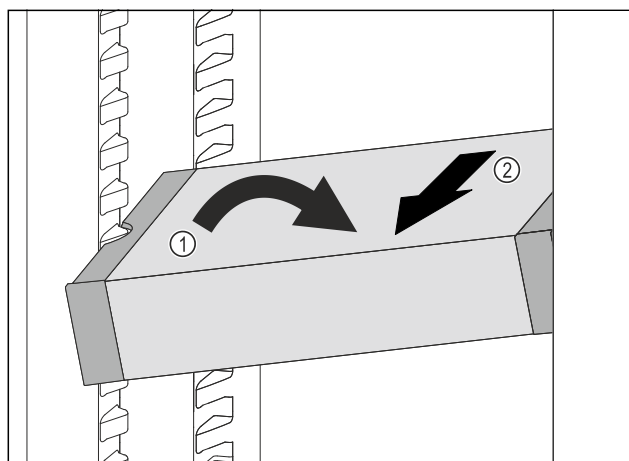

Fig. 93
- Наклонете VarioSafe в хладилната част. Fig. 93 (1)
- Извадете VarioSafe напред. Fig. 93 (2)